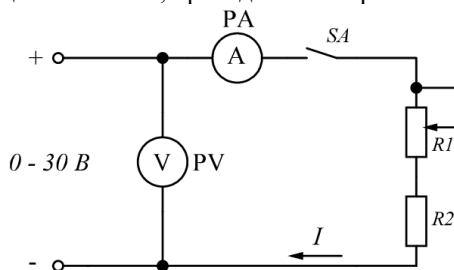

Рис.1.2. Электрическая принципиальная схема исследования источников электрической энергии
2.1.1. Собрать цепь по схеме, приведенной на рис.1.2.
2.1.3. Подключить цепь на рис. 1.2 ко второму источнику и проделать измерения согласно п. 2.1.2, при этом результаты измерений занести в графу "2-й источник" табл. 1.1.
2.1.4. Подключить цепь на рис. 1.2 к третьему источнику и проделать измерения согласно п. 2.1.2, при этом результаты измерений занести в графу "3-й источник" табл. 1.1.
2.4.1. Собрать цепь по схеме, приведенной на рис.1.2.